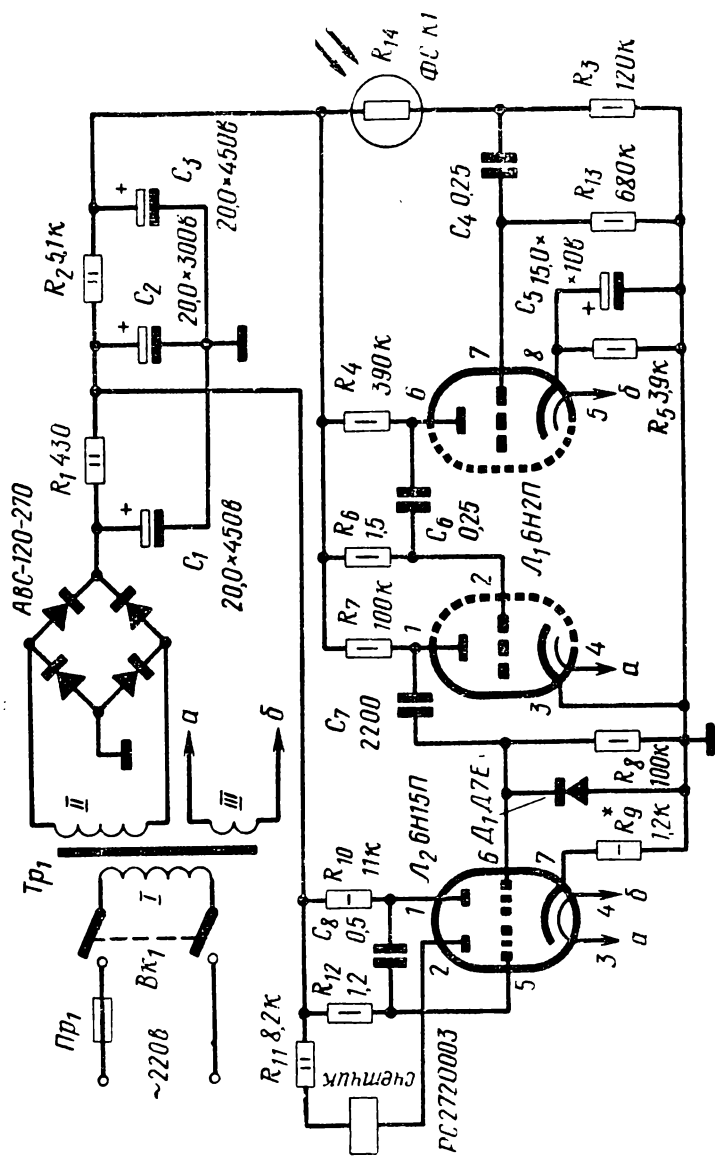

Рис. 22. Принципиальная схема ламповой мишени.
Как уже говорилось, питание лампового варианта электронной мишени производится от сети переменного тока. Подавать на электроды ламп сетевое напряжение непосредственно нельзя. В сети напряжение переменное, а для питания анодов требуется постоянное напряжение. Следовательно, нужен выпрямитель. Напряжение осветительной сети бывает либо 127 в, либо 220 в, а напряжение питания накала ламп обычно равно 6,3 в. Необходим поэтому трансформатор, понижающий это напряжение. Как видно из схемы (рис. 22), источник питания состоит из силового трансформатора Tr_1 , имеющего три обмотки: сетевую (I), повышающую (II), ее еще называют анодной, и накальную (III). Выпрямляют переменное напряжение, снимаемое с обмотки II селеновым мостовым выпрямителем АВС-120-270. Полученное после выпрямления напряжение нельзя сразу подавать на аноды ламп, так как оно содержит, кроме постоянной составляющей, еще и переменную. Для фильтрации переменной составляющей служит резистивно-емкостный фильтр, состоящий из резисторов R_1 и R_2 и конденсаторов C_1 , C_2 и C_3 .